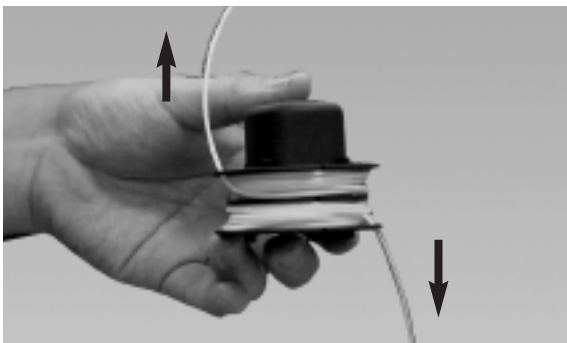
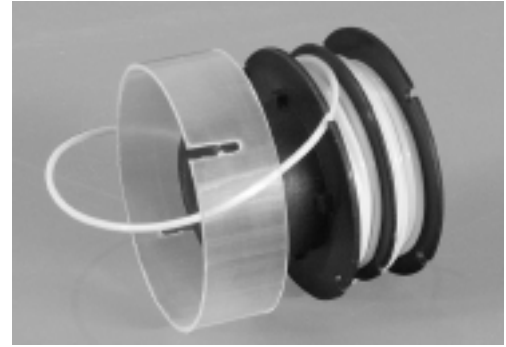
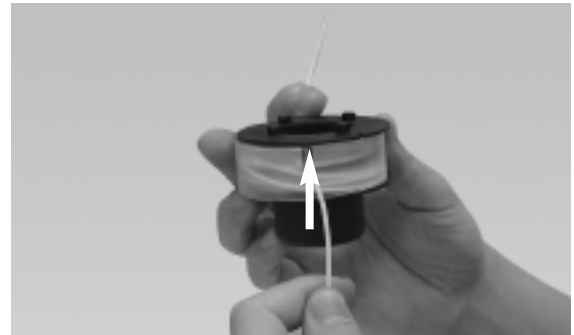
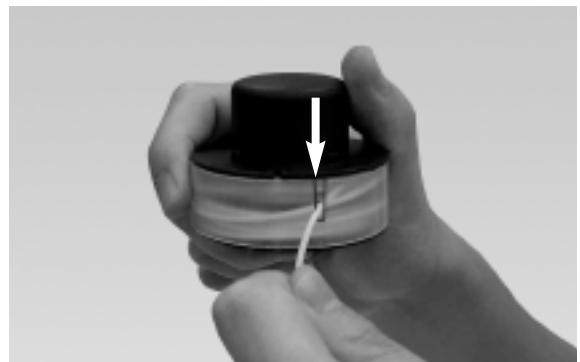

Fig. 22
Fig. 23
Fig. 24
Fig. 25
6. Installez le bout du fil dans l'orifice opposé (Fig. 22). Remplacez le support transparent (Fig. 23). Tirez le fil de dessous et le fixez dans l'orifice en dessous du support transparent (Fig. 24). Tirez le fil de dessus et le fixez dans l'orifice en dessus du support transparent. (Fig. 25)